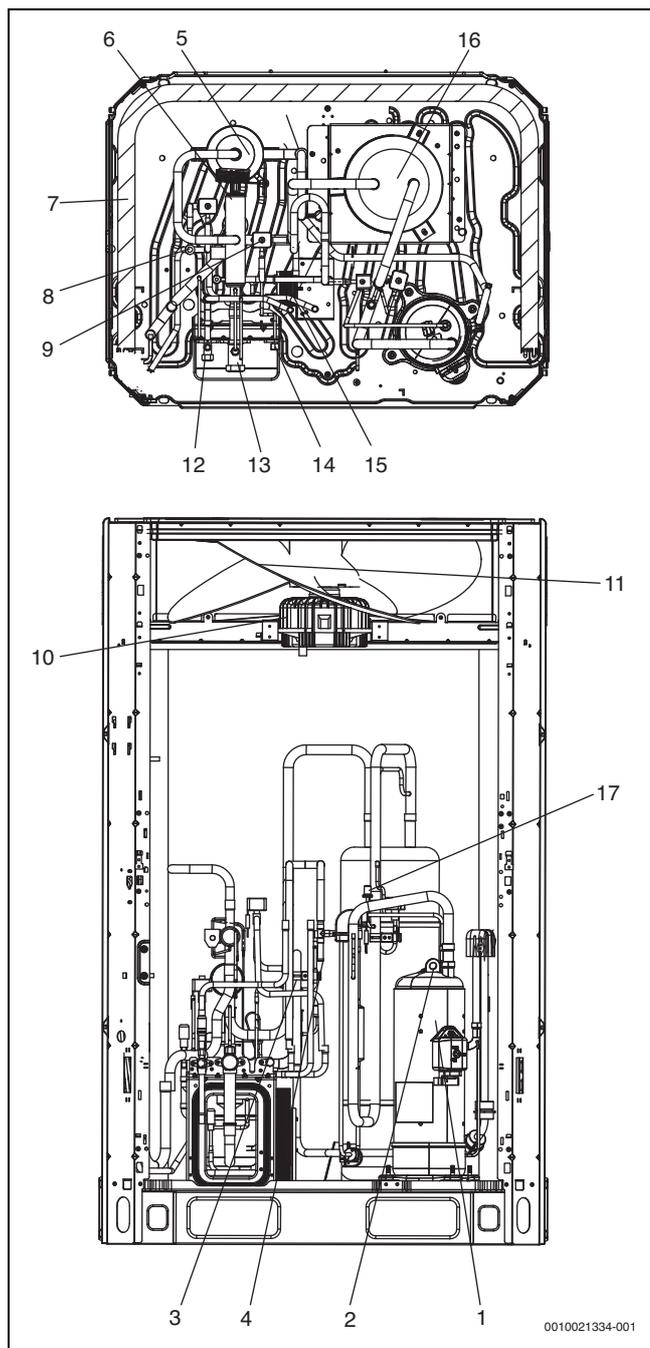

Рис. 56 Расположение компонентов
**Обозначения на рис. 56 и 57:**